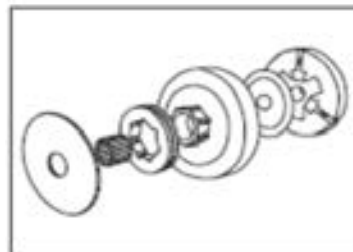

Bild 2
- \* Skjut en tunn metallskiva på drivaxeln, skjut nållagret och kopplingshuset med kedjehjulet på axel (bild 2).